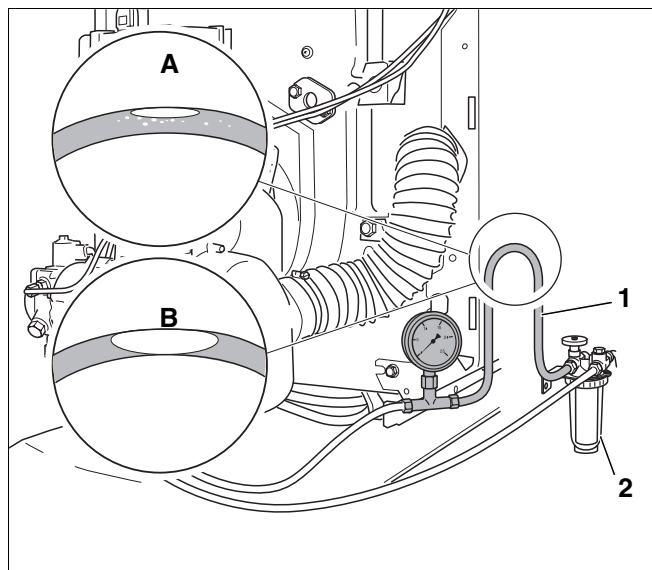

Рис. 49 Проверка герметичности всасывающего трубопровода
- Соединить прозрачный шланг (рис. 49, **поз. 1**) со всасывающей линией за топливным фильтром (рис. 49, **поз. 2**).
- Сделать из прозрачного шланга вертикальную петлю так, как показано на (рис. 49).
- Проверить размеры воздушного пузырька, образовавшегося в шланге (рис. 49, **вид А и В**).
Топливопровод достаточно герметичен, если воздушный пузырек в верхней части шланга имеет небольшие размеры (рис. 49, **вид А**).
Большой воздушный пузырек (рис. 49, **вид В**) говорит о том, что на всасывающей линии и/или в местах подключений имеются неплотности.